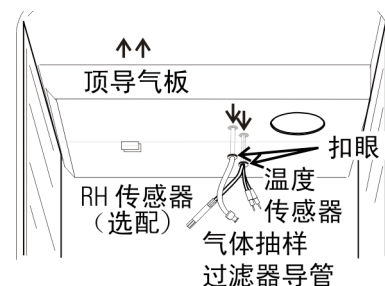

图 5-3. 穿过顶导气板孔穴
13. 上举顶导气板的过程中，将温度传感器、气体抽样管路（以及 RH 传感器，如果有）穿过顶导气板的相应孔穴，然后将顶导气板安装到培养室上方。注意不要将索环拉过导气板。请参阅图 5-3。